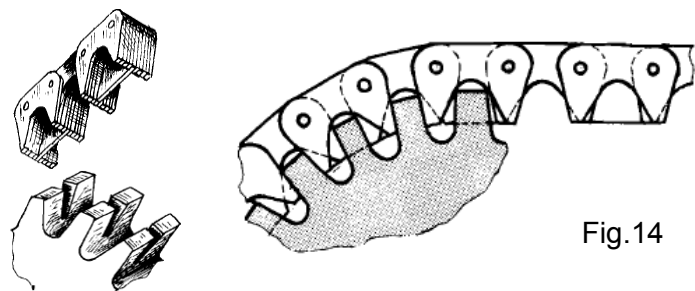

Fig.14
- Sont essentiellement utilisées aux " basses " vitesses ; [moins de 13 m/s pour les chaînes à rouleaux (Fig.12), et moins de 20 m/s pour les chaînes silencieuses (Fig.14)]